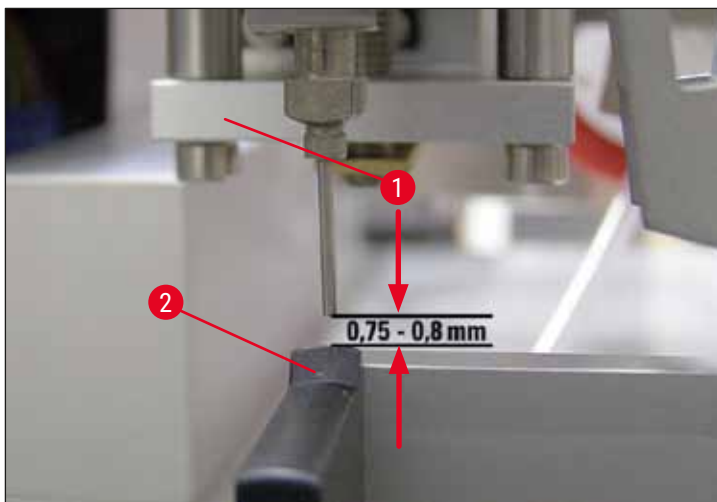

Fig. 16
8. Înălțimea setată a acului dispenser poate fi inspectată din nou printr-o inspecție vizuală din față (→ Fig. 16).